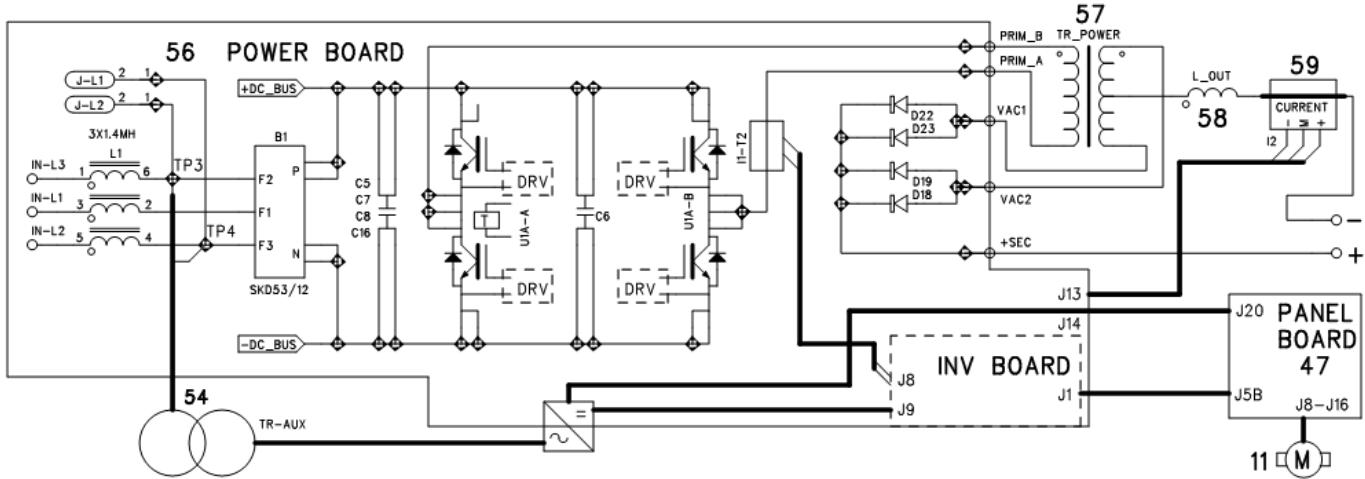

Fig. 2.3.1 (art. 386/388)
Più precisamente nella scheda potenza (56) si possono identificare (Fig. 2.3.1.):
- l'inverter ad igbt, che genera la tensione alternata ad onda quadra per il trasformatore di potenza "TR_POWER (57);
- il TA, T2, per il rilievo della corrente al primario del trasformatore di potenza (57);
- il ponte raddrizzatore della corrente secondaria del trasformatore di potenza (57).
- vedi Fig. 2.3.1 e Mappa connettori, par. 5.6:
- 30 Vac per l'alimentazione dei circuiti di controllo pannello motore (47);
- 220 Vac, fornita da una presa intermedia del primario del trasformatore servizi (54), per l'alimentazione del gruppo di raffreddamento, attraverso la presa (15) sul pannello posteriore del generatore.